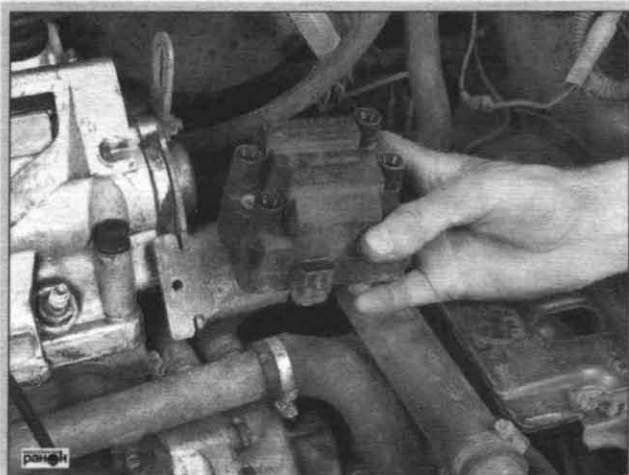

Рис. 3.21. Снятие модуля зажигания
- отсоединив высоковольтные провода, снять модуль зажигания (рис. 3.21);